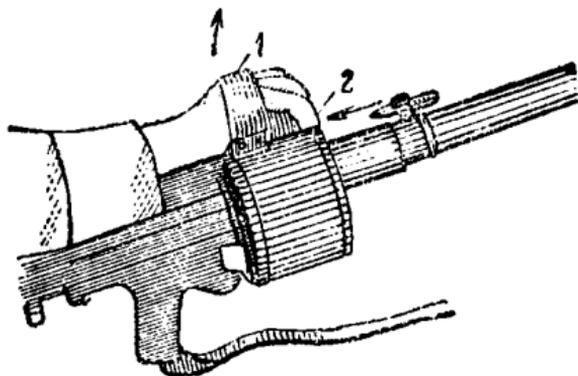

Рис. 23. Как снять магазин.
2. Взять магазин правой рукой под ремешок (рис. 23), прижать пальцами отпирающий рычаг к